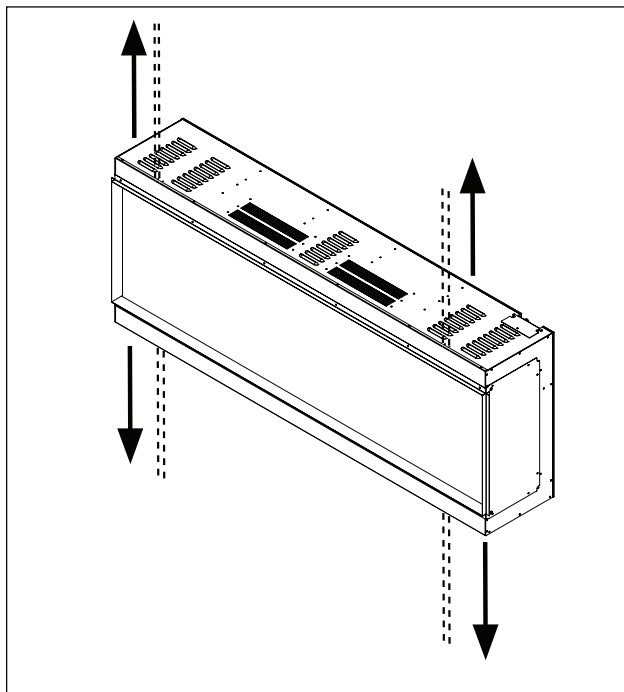

Fig. 1
1. Retirez les 8 vis et rondelles du haut et du bas de l'appareil (**Fig. 1**).